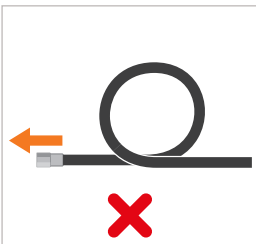

Abbildung 11
- ▶ Vermeiden Sie die Bildung von Schlauchschleifen und das Ziehen am Schlauch mit einer Schlauchschleife (*Abbildung 11*).